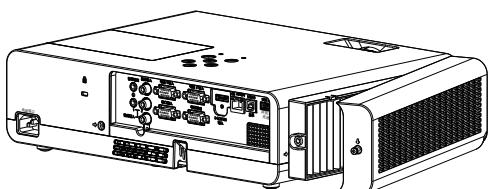

图 6
- 先将空气过滤器盖板的前端对准插入(如图 6 所示)，关闭空气过滤器盖板直至其咔哒一声固定就位。